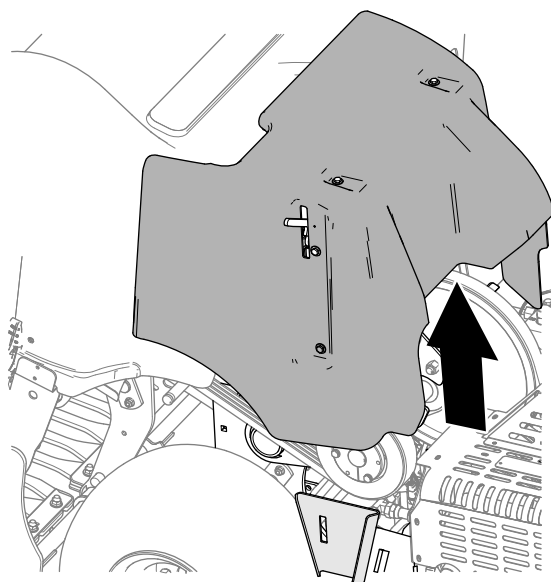

Figura 143
3. Sollevate il copricinghia dalla macchina (Figura 143).